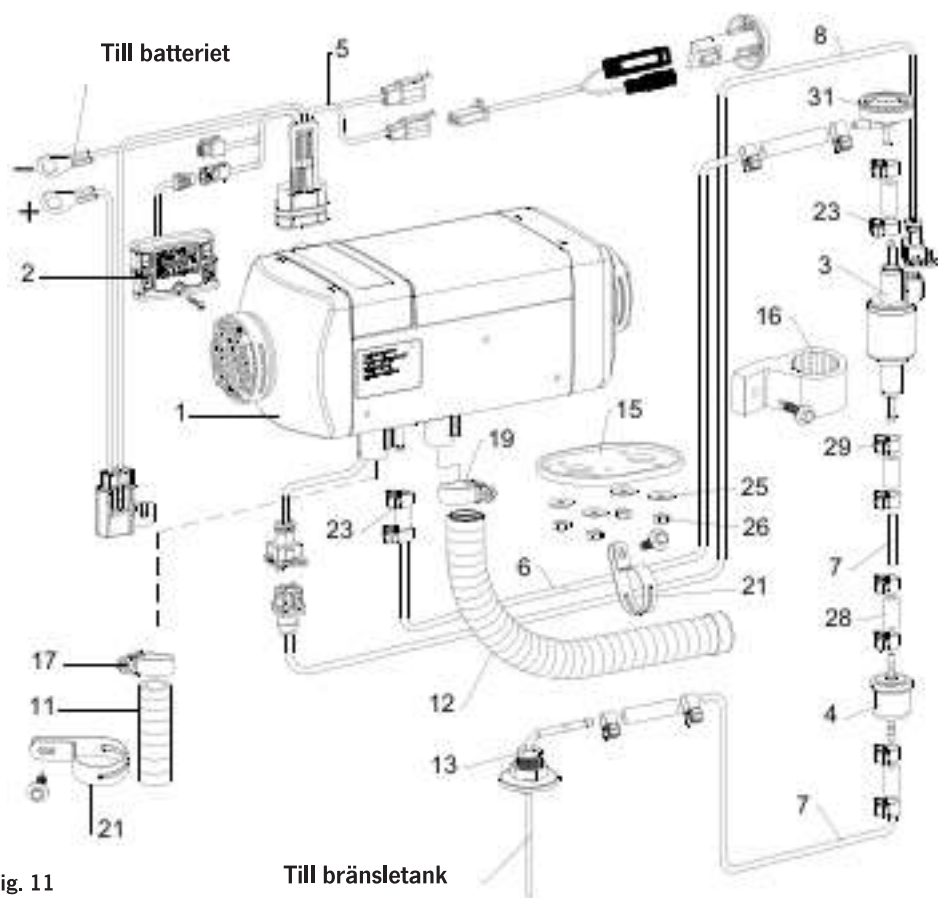

Fig. 11
26. VanHeat 2.0-DH | Produktinformation | Reservdelslista (se fig. 11)